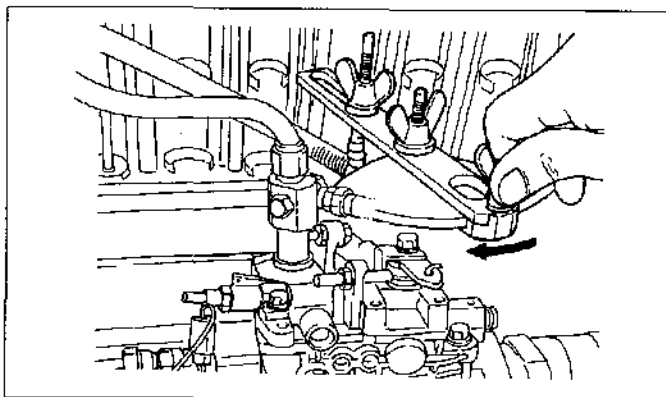

Figura.15-25 Ajuste del fin de detección de carga
(2) Ajuste del final de caída de presión
Con la bomba funcionando a la velocidad especificada, mueva lentamente la palanca de ajuste desde la posición de ralentí hacia la posición de carga completa. Bloquee la palanca de ajuste en la posición en la que la presión interna empieza a aumentar. (Vea la figura.15-25) Si el ajuste se efectúa, será necesario repetir el paso (1) de esta sección.